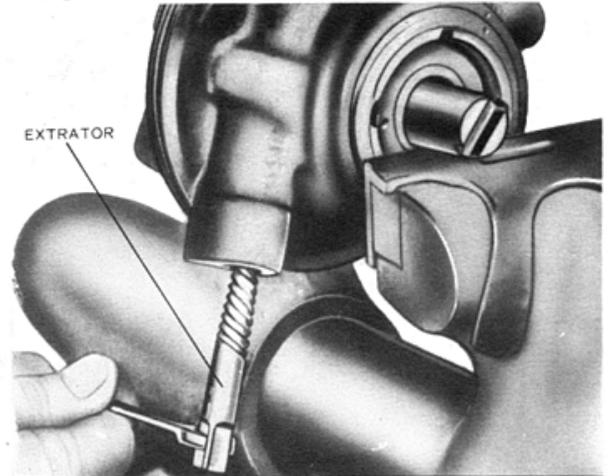

Fig. 7 — Extração do assento da conexão
- Usar um extrator com rosca n.º 4 e girá-lo para dentro do assento. Movimentar cuidadosamente o extrator para frente e para trás de maneira a evitar a danificação da rosca do corpo da bomba (fig. 7).